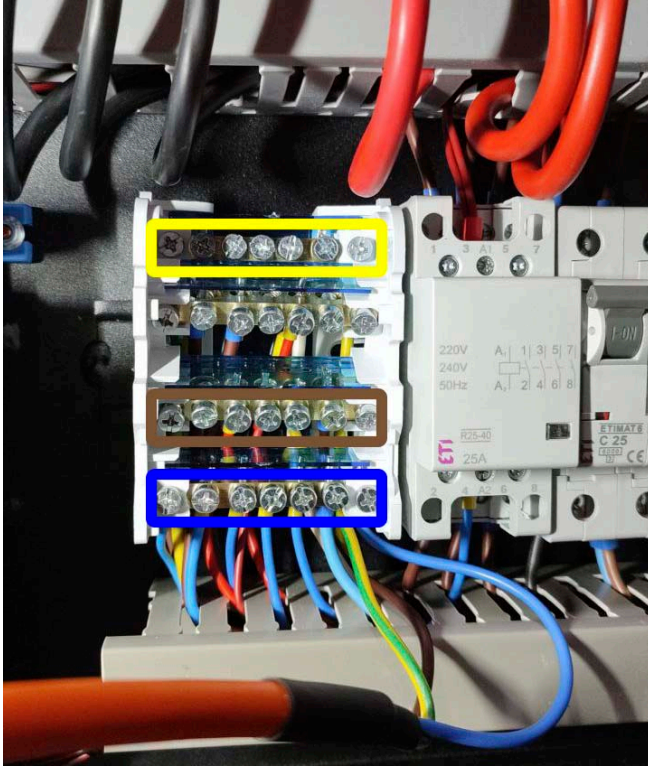

Figura 11
- 4.2. Conecte los cables a los lugares que se muestran en la figura 11. El color indica dónde conectar el cable del color correspondiente.